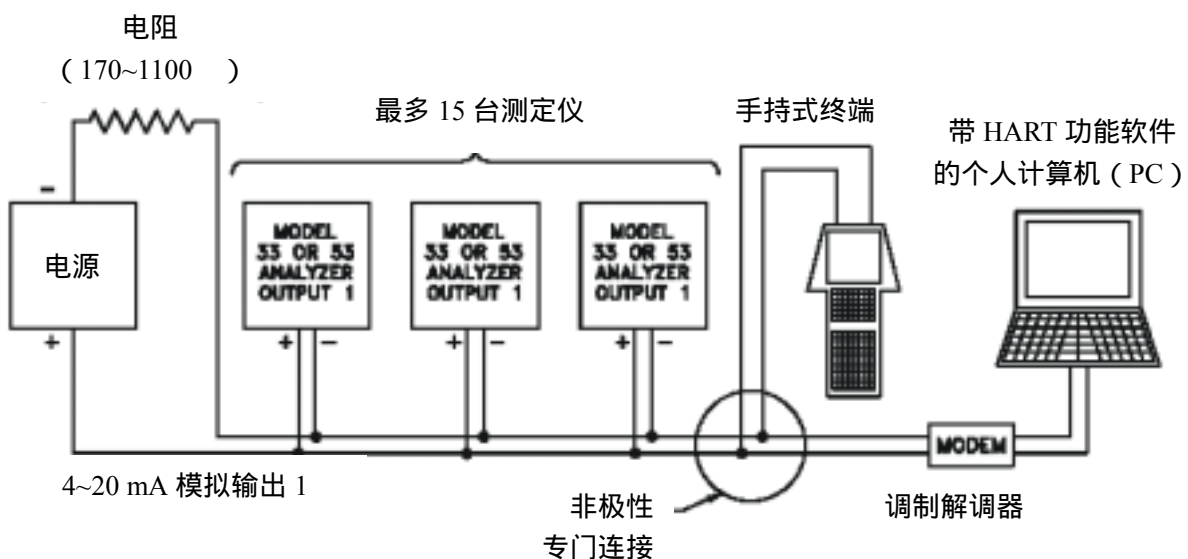

图 3-4 HART 多点模式接线图（用于多台分析仪网络）
2. 参见图 3-4 并行连接每台分析仪的 4~20 mA 模拟输出 1 信号到一根电缆上，如图所示匹配极性。